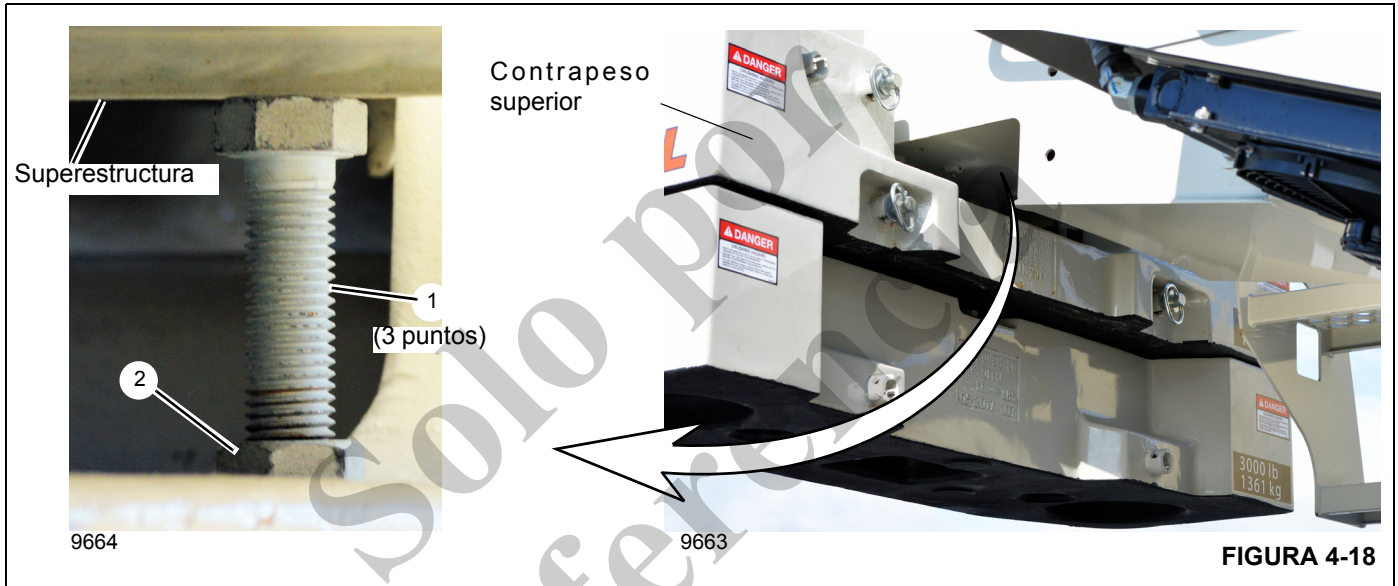

FIGURA 4-18
12. Ajuste los tres pernos (1, Figura 4-18) para nivelar el contrapeso y eliminar cualquier movimiento relativo entre el contrapeso y la superestructura. Use las contratuercas (2, Figura 4-18) para fijar los pernos en su posición.